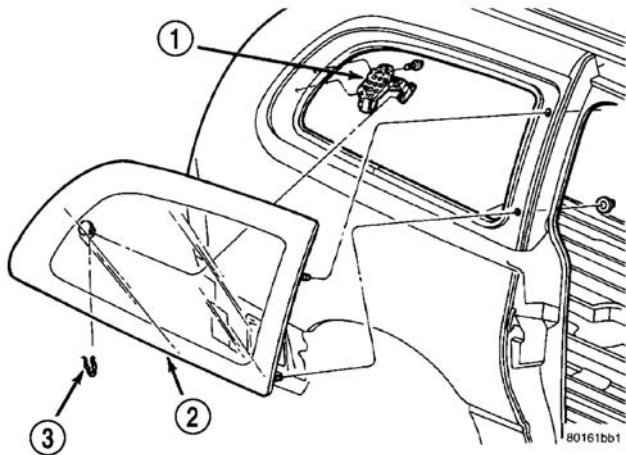

图 5 后侧角窗玻璃
- (1) 卸下 C 柱装饰件。
- (2) 将后侧角窗玻璃开到通气位置。
- (3) 从通气电机臂上断开后侧角窗固定器。
- (4) 卸下装接后侧角窗玻璃至 C 柱的螺母（图 5）。
- (5) 用磁插座防止掉入立柱中。
- (6) 从车辆上卸下后侧角窗玻璃。